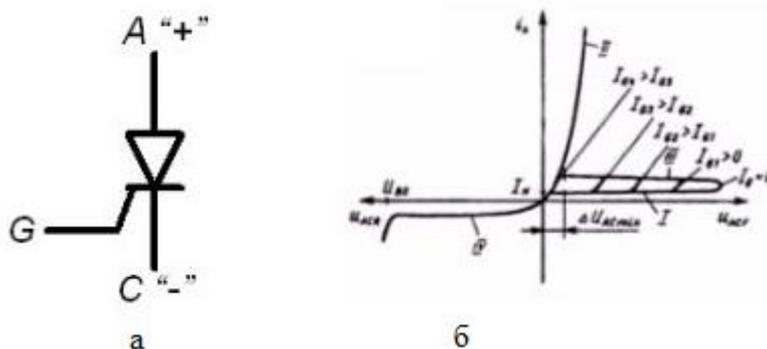

Рисунок 17 - Условно-графическое обозначение; б) – вольтамперная характеристика.
Тиристор имеет четырехслойную p-n-p-n-структуру с тремя выводами: анод (A), катод (C) и управляющий электрод (G) (рисунок 17).